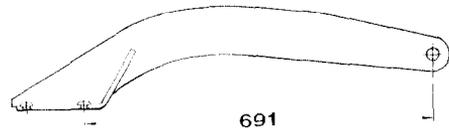

Fig. 6.4
- **Tragarm** (Fig. 6.4, Bestell-Nr. 609140),